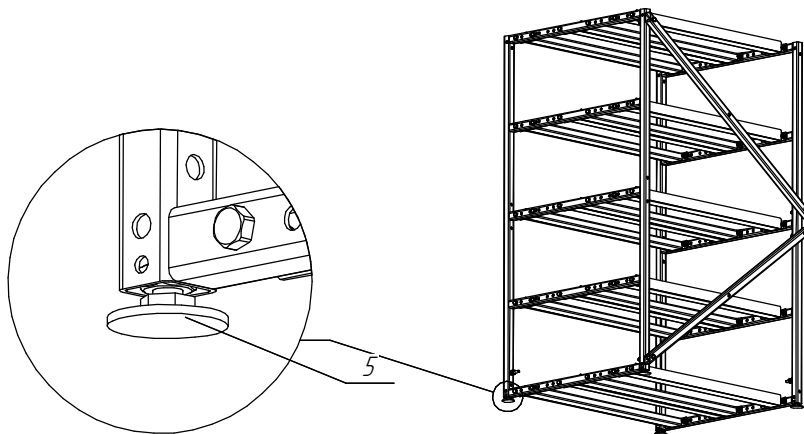

Рис. 9
Винтовые опоры (5) устанавливаются внизу стеллажа по углам (рис. 9). Винтовые опоры способны обеспечить стабильную опору в случае, если пол в выбранном помещении неровный, однако они не предназначены для обеспечения устойчивости на поверхности, имеющей сильный уклон.